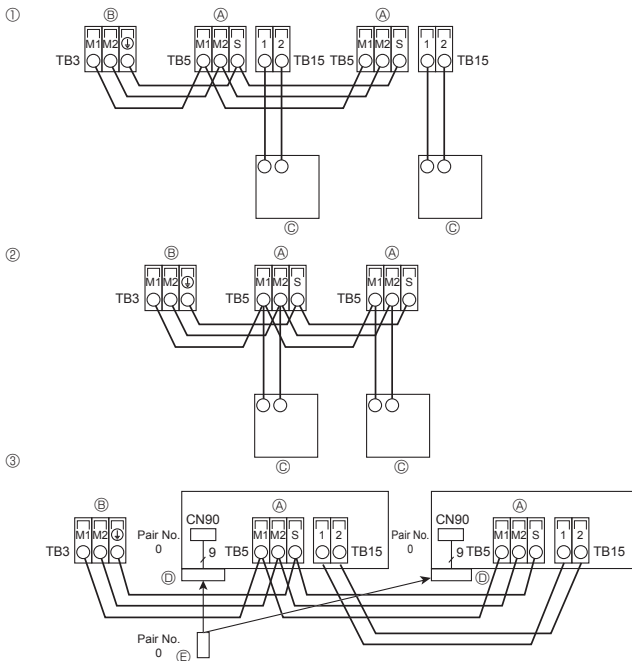

Fig. 5-3
5.4. De afstandsbediening en de transmissiekabels voor het binnen- en buitenapparaat aansluiten (Fig. 5-3)